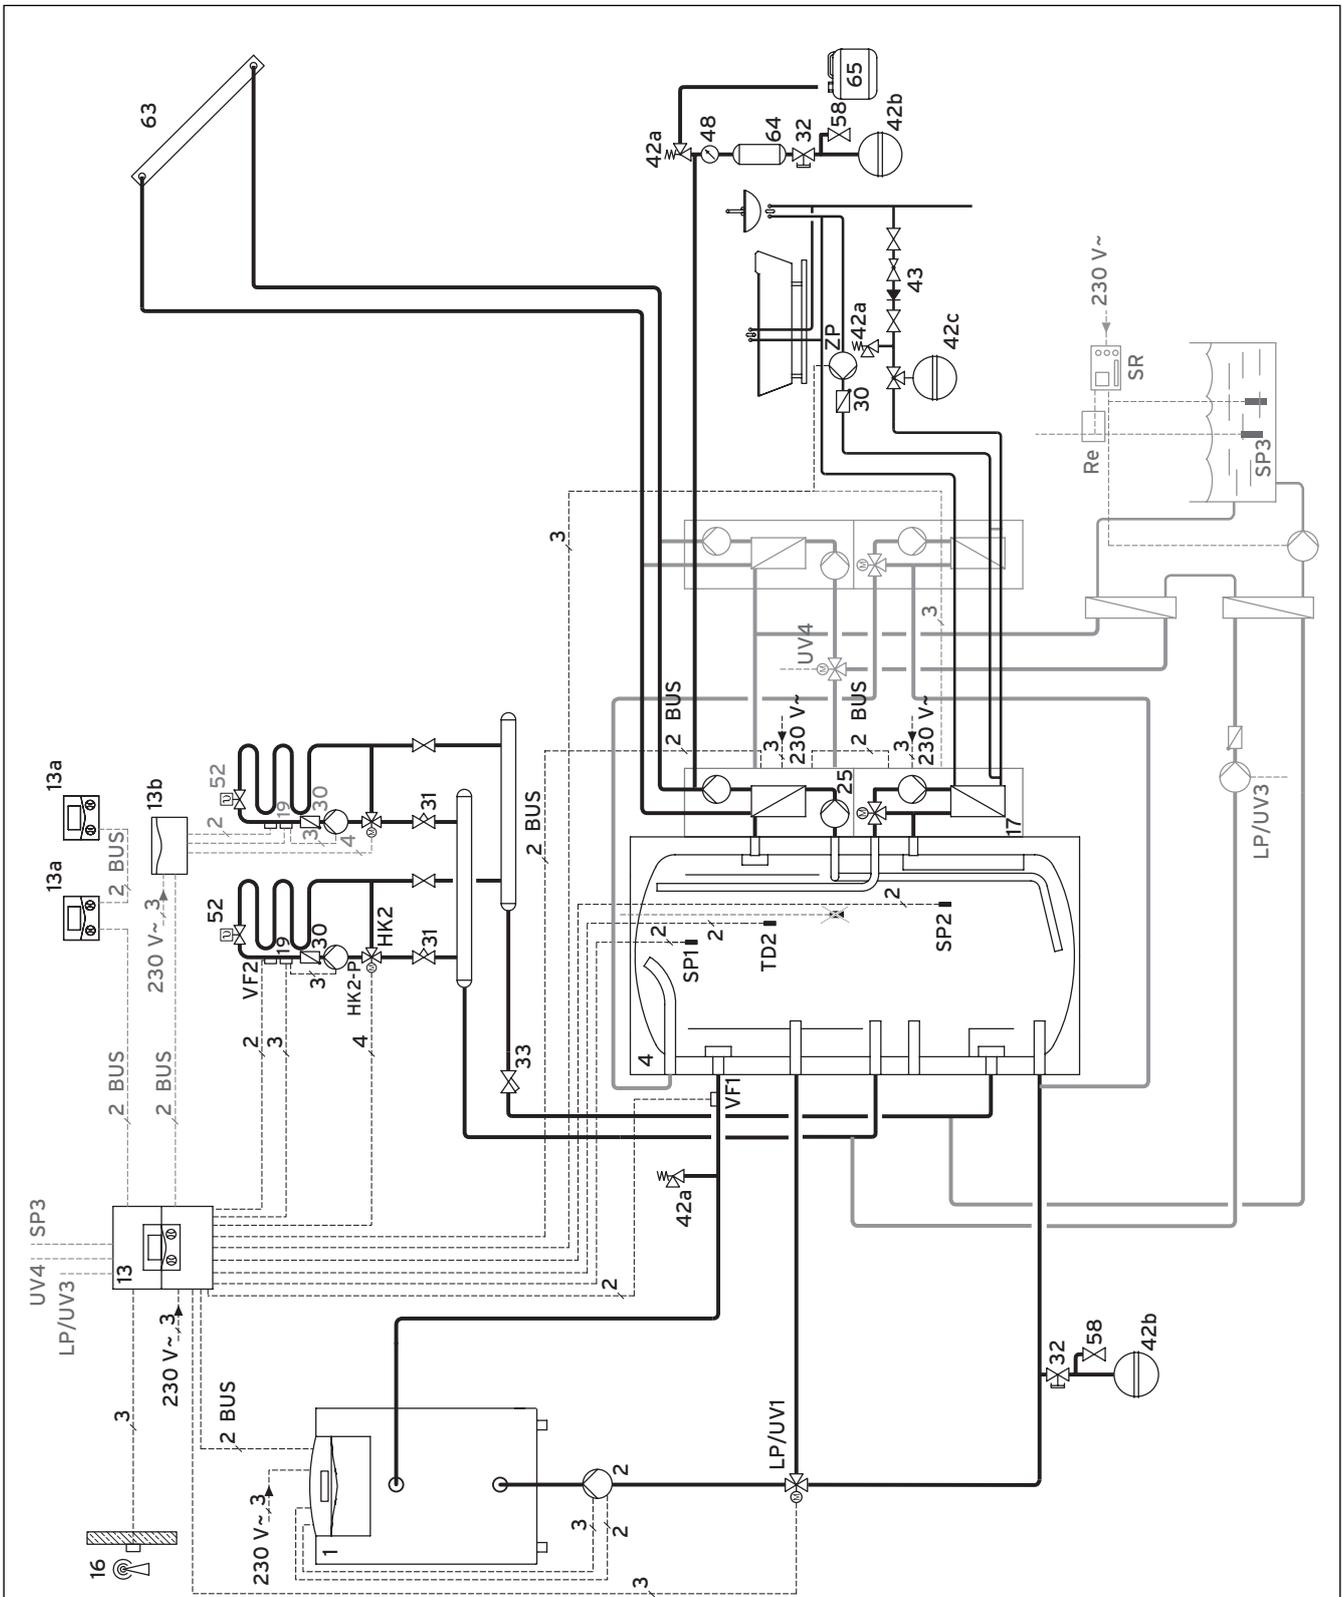

Abb. 3.8 Anschlussschema Gas-Brennwertkessel ecoCRAFT
Tab. 3.4 Legende zu Abb. 3.8 Anschlusschema ,Gas-Brennwertkessel ecoCRAFT (Forts. nächste Seite)
**Tab. 3.4 Legende zu Abb. 3.8 Anschlusschema